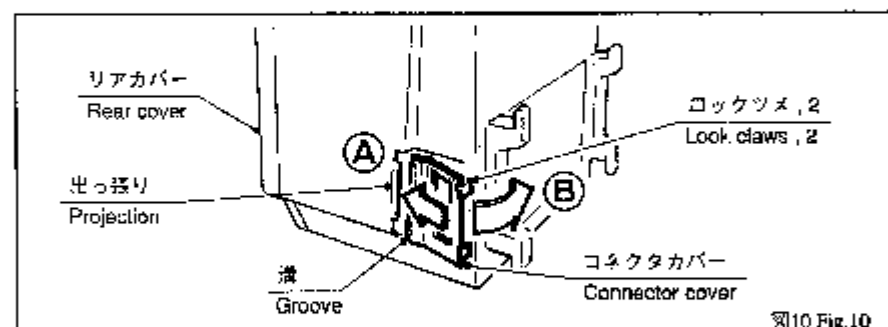

図10 Fig.10
- (1) コネクタカバーを、次の手順でリアカバーに取付ける。
- コネクタカバーの溝を、リアカバーの出っ張りには合わせる。(図10㉔)
- コネクタカバーのロックツメ2ヶ所が、リアカバーにカチッとハマるまで押し込む。(図10㉕)
- (1) Mount the connector cover in the following procedures.
- Mate the groove of the connector cover to the projection of the rear cover. (㉔ in Fig.10)
- Push 2 lock claws of the connector cover to the rear cover until the claws are linked in the rear cover. (㉕ in Fig.10)